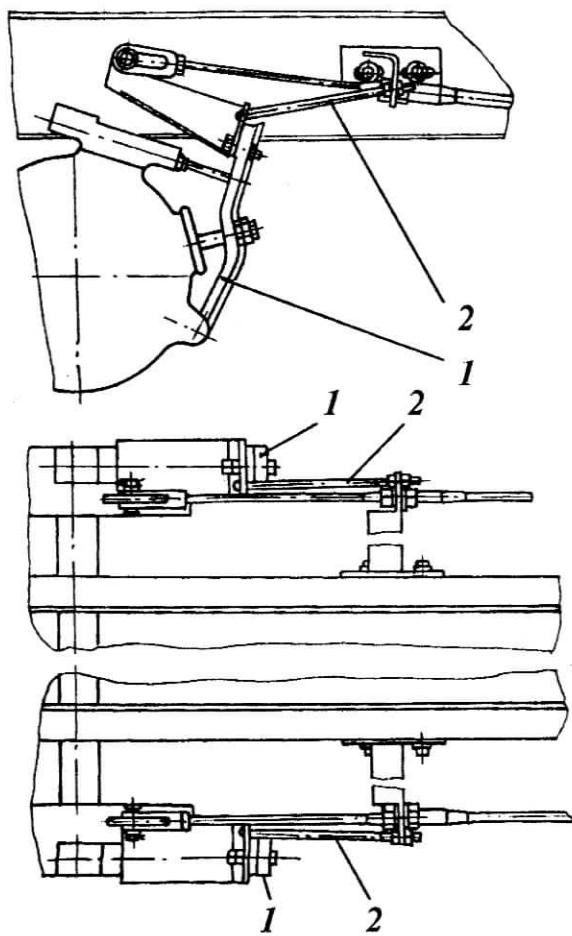

Рис.126 - Контроль постановки комбайна на стояночный тормоз.
- убедитесь в том, что комбайн поставлен на стояночный тормоз (рис.126) как с левой, так и с правой стороны